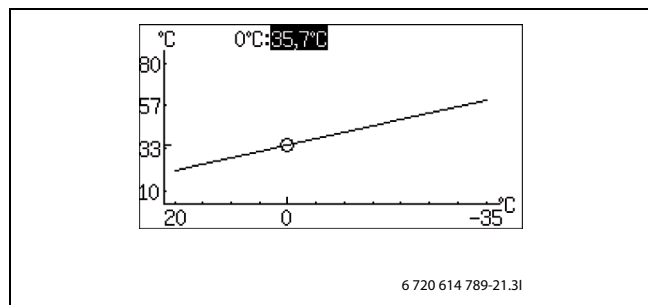

Bild 59
- Vrid ratten när fyrkanten är markerad tills 0 °C är markerad (→ Bild 59).